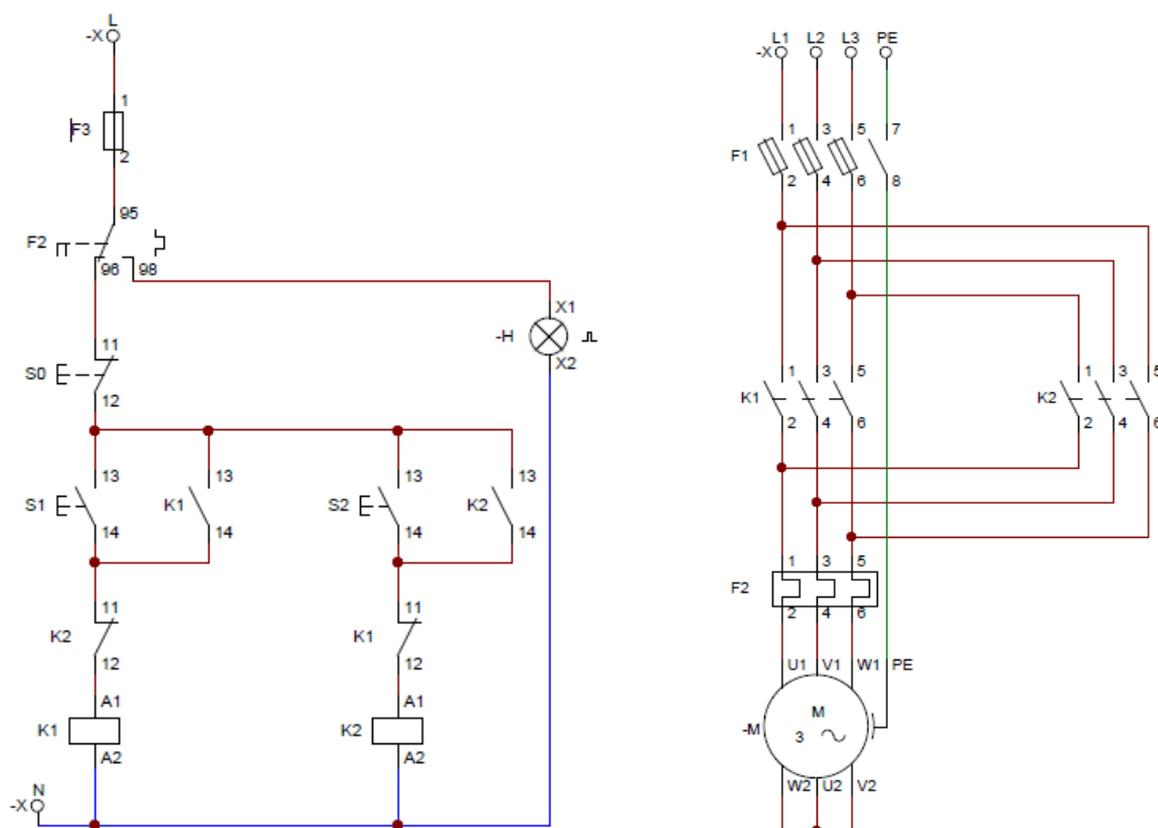

Figura 1. Circuito de control para el arranque, paro e inversión de giro de un motor trifásico jaula de ardilla. Inversión en forma manual.
1. Implemente el circuito de la figura 1.